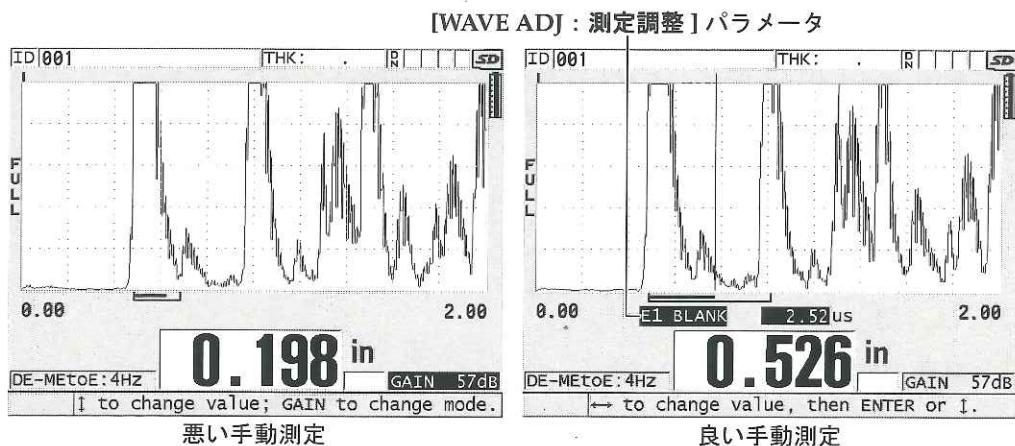

図 5-15 手動測定の比較
- 波形調整パラメータが表示されます (78 ページ図 5-15 参照)。